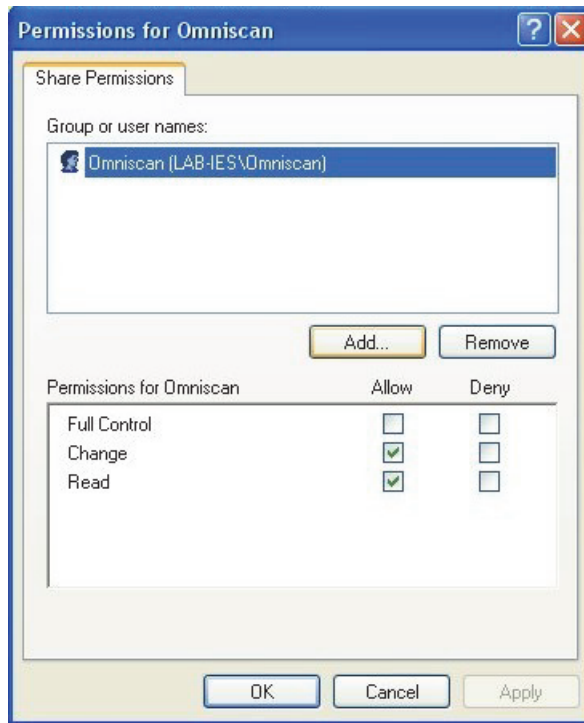

Figura 7-17 Cuadro de diálogo Permissions for Omniscan (Windows XP)
11. Al regresar al cuadro de diálogo **Permissions for Omniscan**, seleccione las casillas de verificación **Change** (Cambiar) y **Read** (Leer) en la columna **Allow** (Permitir) y, después, haga clic en el botón **OK**. Véase la Figura 7-17 en la página 227.